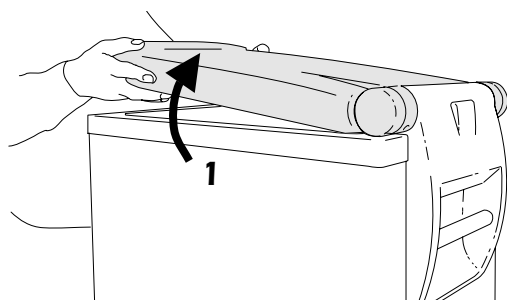

Figura 11a
- Aprire il coperchio in modo che il bordo interno del coperchio sia staccato dal mobile del frigorifero/congelatore, come mostrato in figura 11a. La procedura di apertura del coperchio del frigorifero/congelatore è descritta al capitolo 6.3.